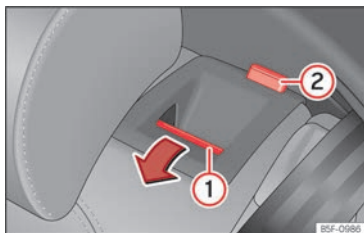

Abb. 65 Rücksitz: Rücksitzlehne vorklappen.
- Entriegelungstaste » » (Abb. 65) ① nach vorn drücken und gleichzeitig die Rückenlehne umklappen. Die Rücksitzlehne ist entriegelt, wenn die rote Markierung des Tasters ② sichtbar ist.